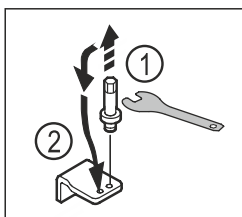

Fig. 14
- ▶ Draai de bout van de onderste lagersteun los met een SW5-inbusleutel. Fig. 14 (1)
- ▶ Plaats de bout aan de andere kant. Fig. 14 (2)